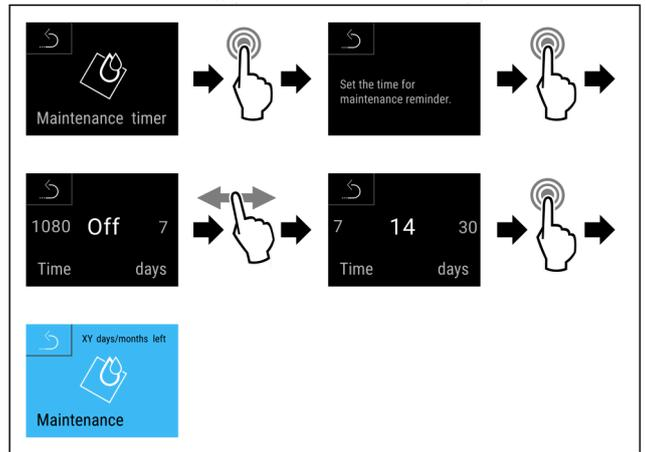

Fig. 103
- u Handlungsschritte (siehe Fig. 103) durchführen.